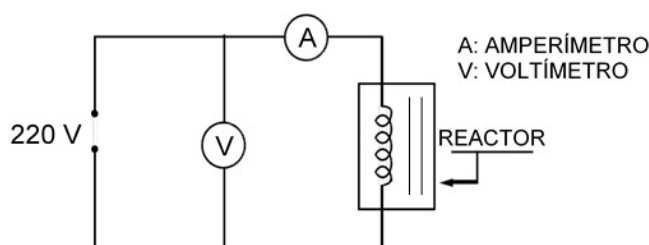

Figura 19.12: Circuito con voltímetro, amperímetro y reactor
- 2) Luego, debe establecer el siguiente circuito (figura 19.12) y medir el V_{ef} y la I_{ef} .